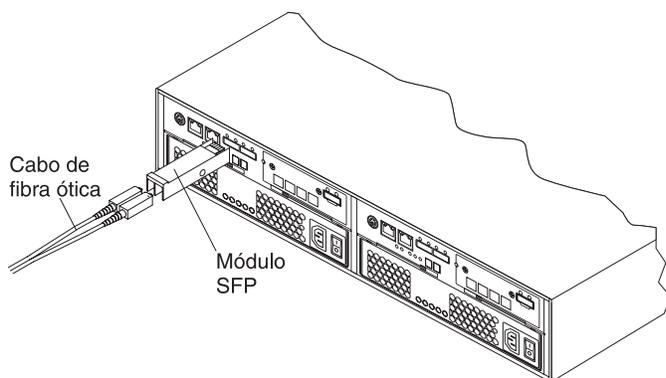

Figura 3-8. Instalando um Módulo SFP na Porta do Host
4. Insira o módulo SFP na porta do host até que se encaixe no lugar. Consulte Figura 3-8.